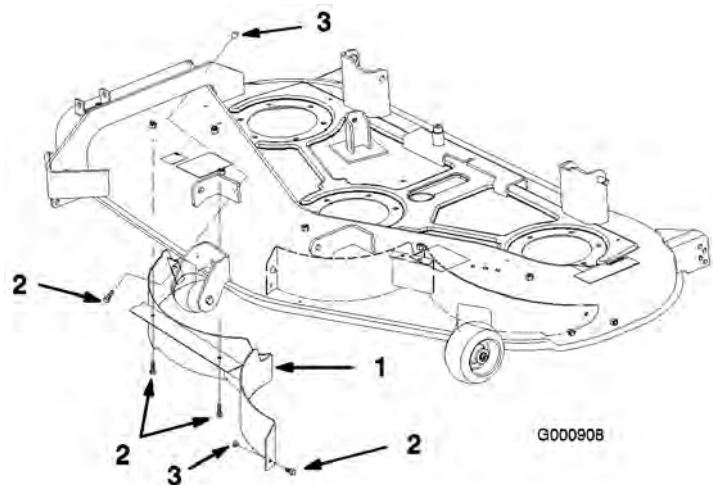

Figure 20
3. Retirez les contre-écrous situés en haut et au centre du déflecteur droit (Figure 20).
4. Abaissez le déflecteur et sortez-le de l'ouverture d'éjection pour le déposer (Figure 20).
5. Pour éviter de les perdre, montez les boulons (5/16 x 5/8 pouce) et les contre-écrous (5/16 pouce) retirés à l'étape 3 dans les trous libres de la tondeuse (Figure 20).
3. Retirez du plateau de coupe les boulons et écrous nécessaires pour fixer le déflecteur au plateau de coupe (Figure 20).
4. Engagez le déflecteur dans l'ouverture d'éjection (Figure 20).
5. Fixez le déflecteur avec les écrous et boulons (Figure 20) retirés à l'étape 3.